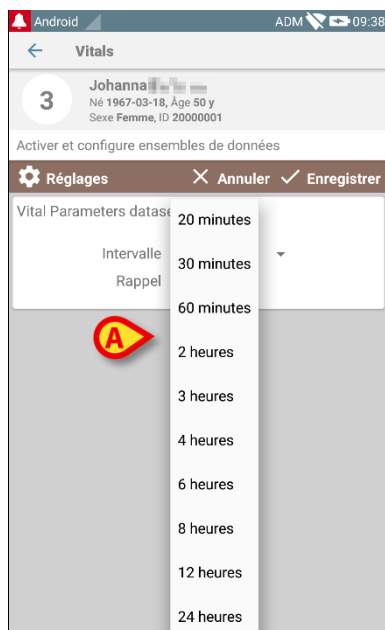

Fig 99
- Taper sur le menu "Intervalle" pour fixer le calendrier de l'ensemble de données (Fig 99).